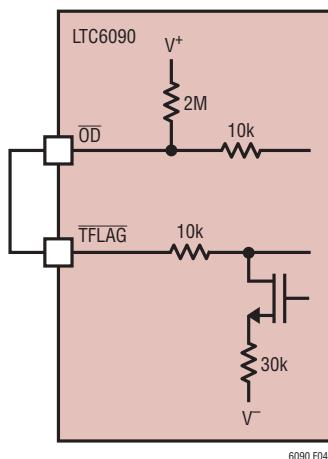

図4. TFLAGピンを使用したサーマル・シャットダウン出力の自動ディスエーブル
- 既に述べたように、COMピンをフロートさせたままになると、（図4に示されているように） $\overline{OD}$ をTFLAGに接続するだけで、選択された電源電圧に関係なく、サーマル・シャットダウンが適切に動作します。ダイ温度が $145^{\circ}C$ に達すると出力段は安全にディスエーブルされます。サーマル・シャットダウンが適切に動作するには、グランドを基準にして $V_-$ が-3Vより負の側にバイアスされているかぎり、この構成ではCOMピンをグランドに接続することもできます。